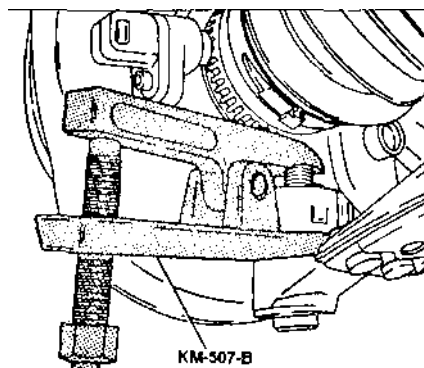

Рис. 5.7.
- отсоединить палец шаровой опоры от поворотного кулака с помощью специального съемника (например, KM-507-B) (рис. 5.7);